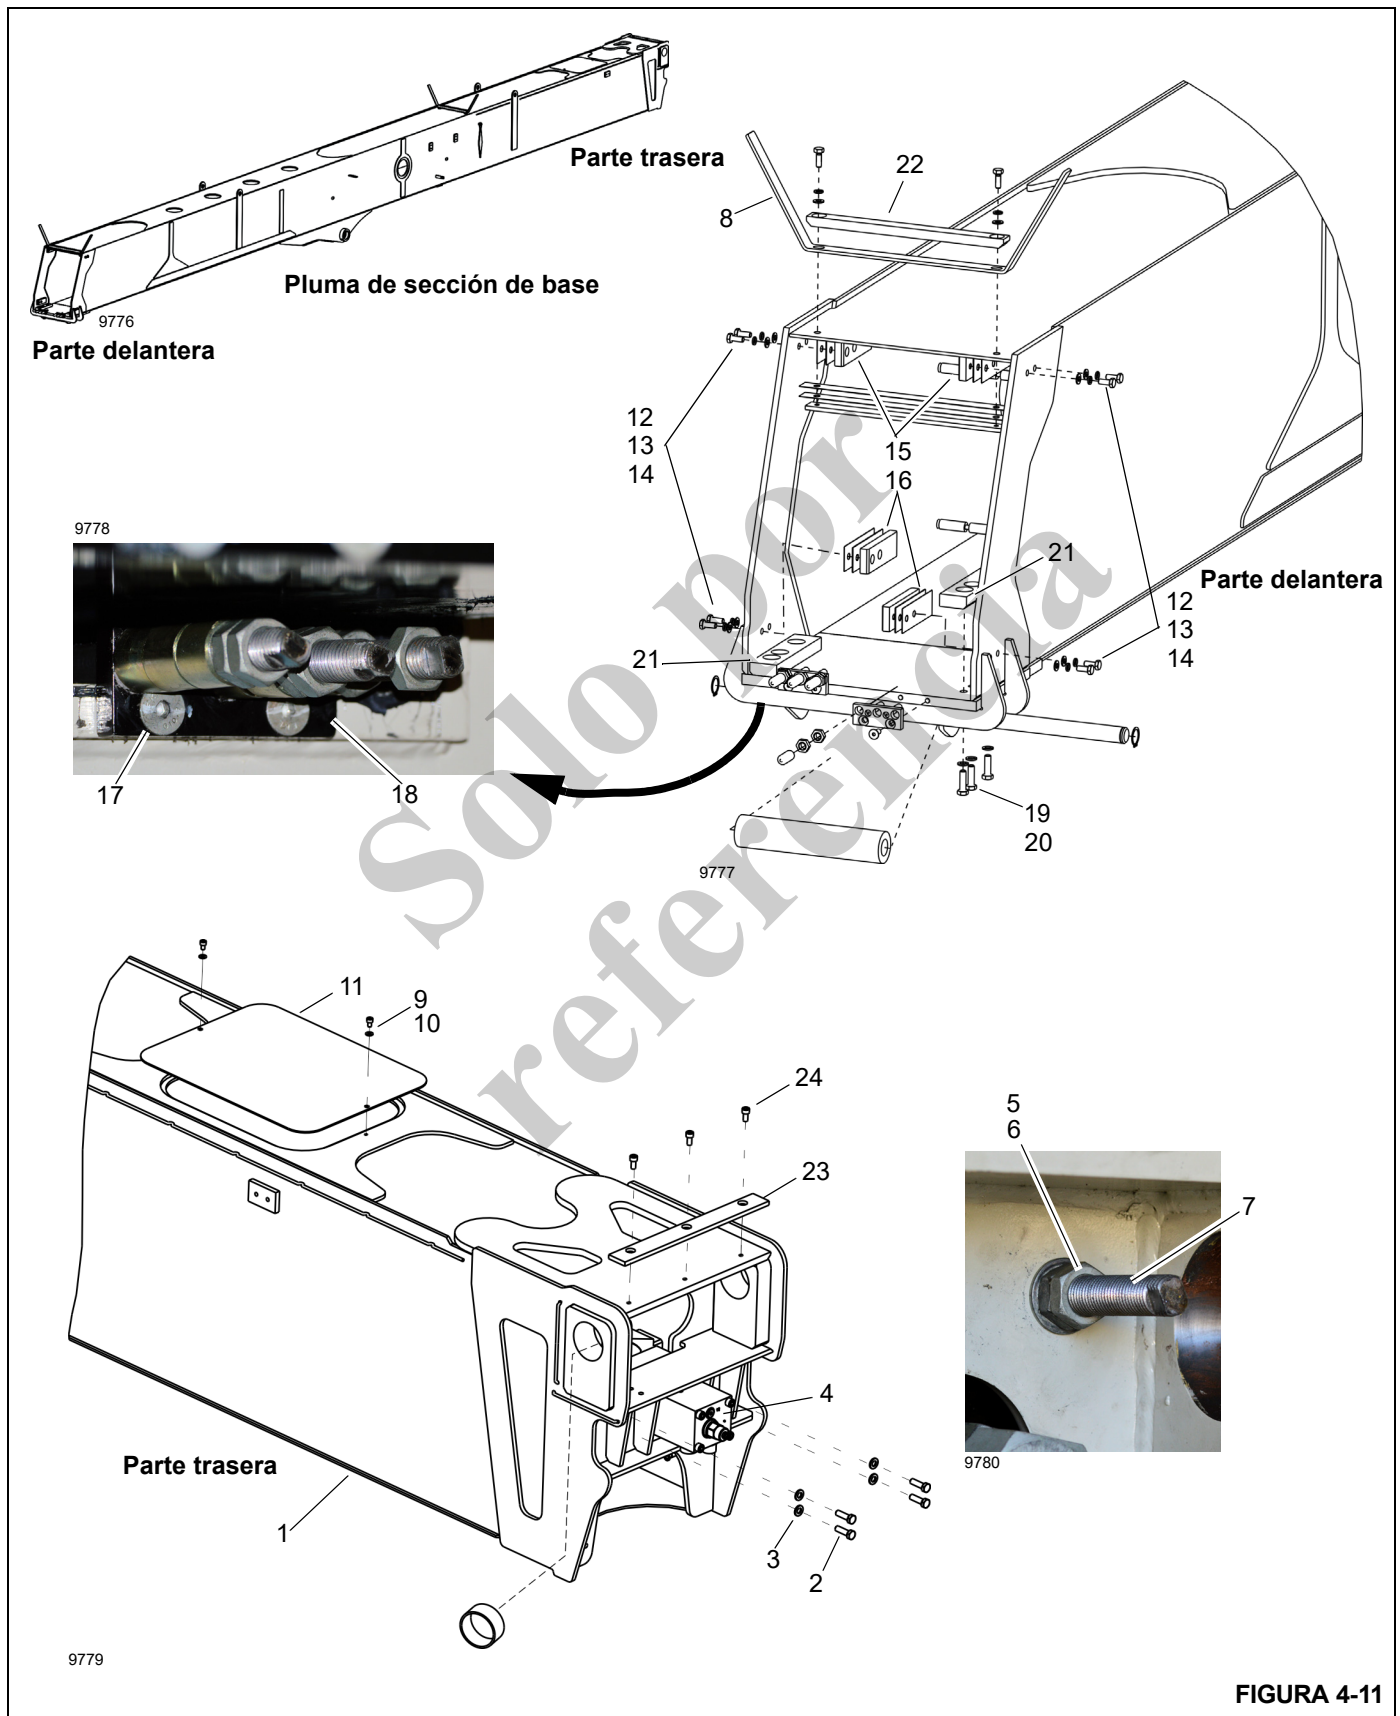

FIGURA 4-11
Los pasos 1 al 3 corresponden a una pluma que va a desarmarse dejando la sección de base (1, Figura 4-11) y el plúmín (si lo tiene) instalados en la grúa.
Tabla 4-1 Lista de artículos de la sección de base de la pluma, Figura 4-11
5. Retire los pernos (2, Figura 4-11) y las arandelas (3) que fijan el cilindro de extensión telescópica (4) a la sección de base (1) de la pluma.
6. Retire las tuercas (5) y las arandelas (6) de los cables sincronizadores (7) en la parte trasera de la sección de base (1). Marque las ubicaciones de las tuercas y arandelas. Marque y rotule los cables, y deje los extremos de los cables colgando dentro de la pluma.
7. Retire la tornillería de conexión, almohadillas de desgaste y las guías de cable (8) de la parte superior de
11. Retire y marque los pernos (12, Figura 4-11), arandelas (13), arandelas de seguridad (14), suplementos (15) y las almohadillas de desgaste (16) de los lados de la sección de base (1) de la pluma.
12. Saque los cuatro pernos (17) que fijan los anclajes de cable de retracción 3/2/1 (18) a la punta inferior de la sección de base (1) de la pluma.
13. Retire y marque los pernos (19), arandelas (20) y las almohadillas de desgaste (21) de la punta inferior de la sección de base de la pluma. Tire de los anclajes del cable de retracción (18) hacia afuera y mantenga los cables de retracción tensos mientras tira de la sección telescópica 1 (con las secciones telescópicas 2, 3 y 4) hacia afuera de la sección de base (1). Provea apoyo al extremo de la base de la sección telescópica 1 a medida que sale de la sección de base de la pluma.